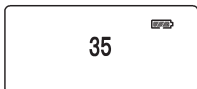

図1
- ①スイッチを押して電源を入れます。
- ②電源が入ると、表示画面に35の数字が表れて、数字がカウントダウンします。(図1) これは、回路が安定するまでの時間と放射線を検出する時間が必要なためです。